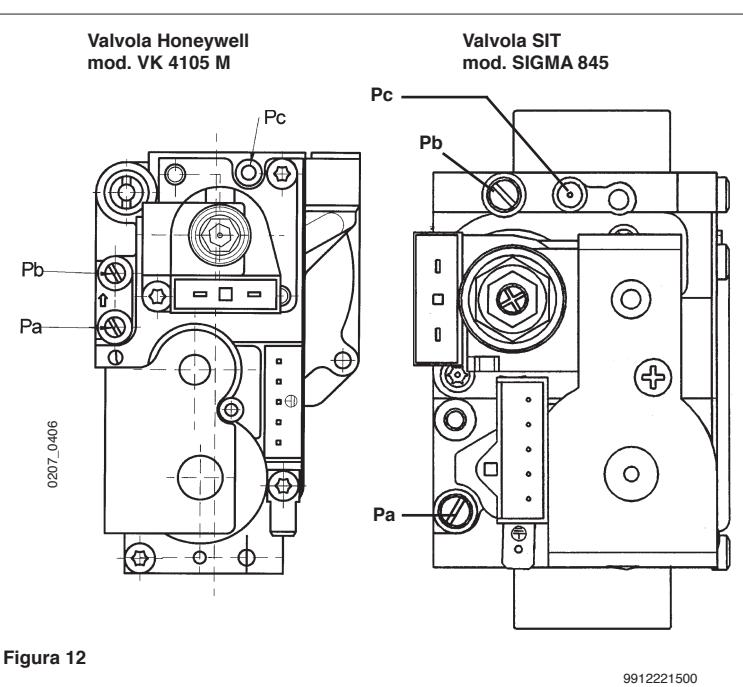

Figura 12
Le modalità di taratura del regolatore di pressione sono leggermente differenti a seconda del tipo di valvola del gas utilizzata (HONEYWELL o SIT vedi figura 12).
Las modalidades de calibrado del regulador de presión difieren ligeramente según el tipo de válvula del gas utilizada (HONEYWELL o Sit, véase figura 12).
- collegare la presa di pressione positiva di un manometro differenziale, possibilmente ad acqua, alla presa di pressione (Pb) della valvola del gas (figura 12). Collegare, solo per i modelli a camera stagna, la presa negativa dello stesso manometro ad un apposito "T" che permetta di collegare insieme la presa di compensazione della caldaia, la presa di compensazione della valvola del gas (Pc) ed il manometro stesso. (Una pari misura può essere effettuata collegando il manometro alla presa di pressione (Pb) e senza il pannello frontale della camera stagna);
- conectar la toma de presión positiva de un manómetro diferencial, posiblemente de agua, a la toma de presión (Pb) de la válvula del gas (figura 12). Conectar, sólo para los modelos a cámara estanca, la toma negativa del mismo manómetro a un especial "T" que consienta conectar entre ellos la toma de compensación de la caldera, la toma de compensación de la válvula del gas (Pc) y el manómetro mismo. (Se puede efectuar una medición equivalente conectando el manómetro a la toma de presión (Pb) y sin el panel frontal de la cámara estanca);
- verificare che la pressione dinamica di alimentazione della caldaia, misurata alla presa di pressione (Pa) della valvola del gas (figura 12 pagina 16) sia quella corretta (30 mbar per il gas butano, 37 mbar per il gas propano o 20 mbar per il gas naturale).
- controlar que la presión dinámica de alimentación de la caldera, medida en la toma de presión (Pa) de la válvula del gas (figura 12 en página 16), sea correcta (28 mbar para el gas butano, 37 mbar para el gas propano o 20 mbar para el gas natural).